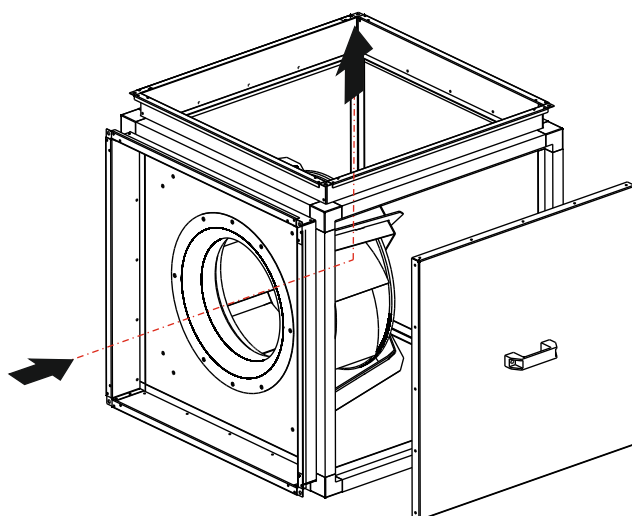

Рис. 3 - Исполнение 3
- выхлоп вверх (исполнение 3 - рис. 3);